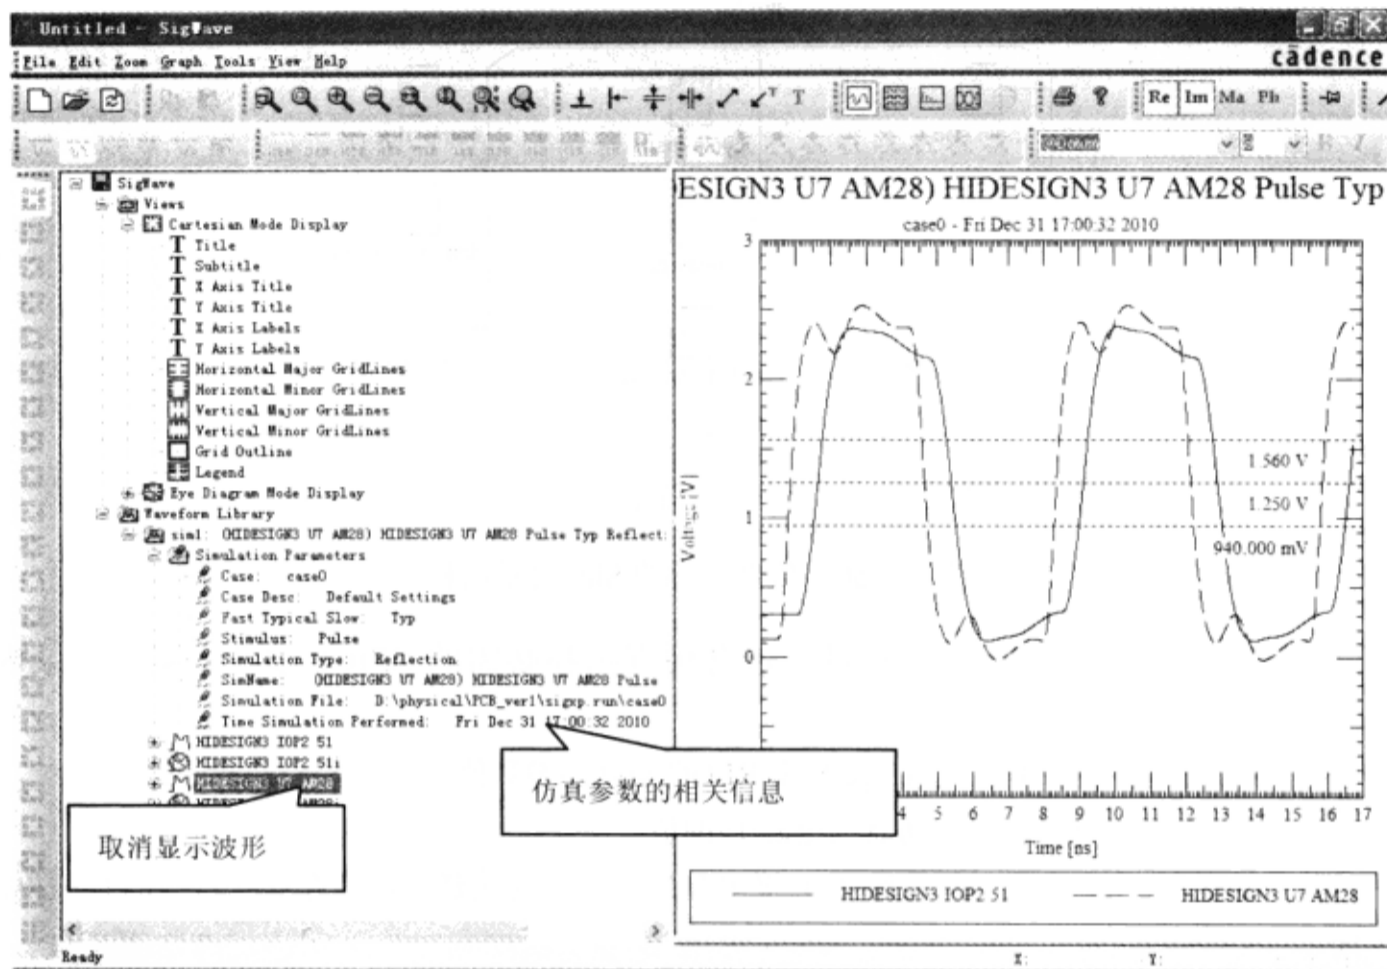

图 3-8-51 接收器波形
(1) 在“SigWave”窗口单击左侧列表框中“SigWave”前面的“+”号, 显示两个目录“Views”和“Waveform Library”→单击“Waveform Library”前面的“+”号浏览其内容。Waveform Library 包含一个目录, 这个目录包含仿真参数和驱动器与接收器的仿真波形。
(2) 单击“sim1: (HIDESIGN3 U7 AM28) HIDESIGN3 U7 AM28 Pulse Typ Reflection”前面的“+”号浏览其内容。
(3) 单击“Simulation Parameters”前面的“+”号浏览其内容。设置的一些分析参数被列出。波形文件的路径也被列出→单击“Simulation Parameters”前面的“-”号关闭目录。
(4) 在“HIDESIGN3 U7 AM28, HIDESIGN3 U7 AM28i 和 HIDESIGN3 IOP2 51i”上单击鼠标右键，在弹出的菜单中选择“Display”，使两个波形符号使驱动波形不显示。可以看到波形符号上现在有一个红色标志，驱动波形不再在“SigWave”中显示，如图 3-8-51 所示。